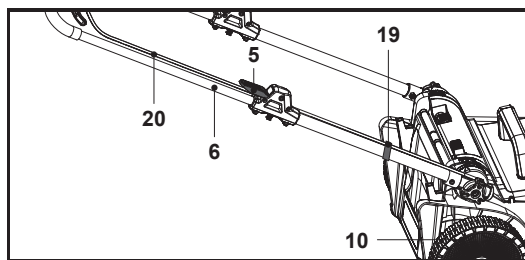

Fig. 4
9. Coloque el cable de control (20) en los sujetacables (19), los cuales pueden estar preinstalados en la barra inferior del manillar (6) (Fig. 4).